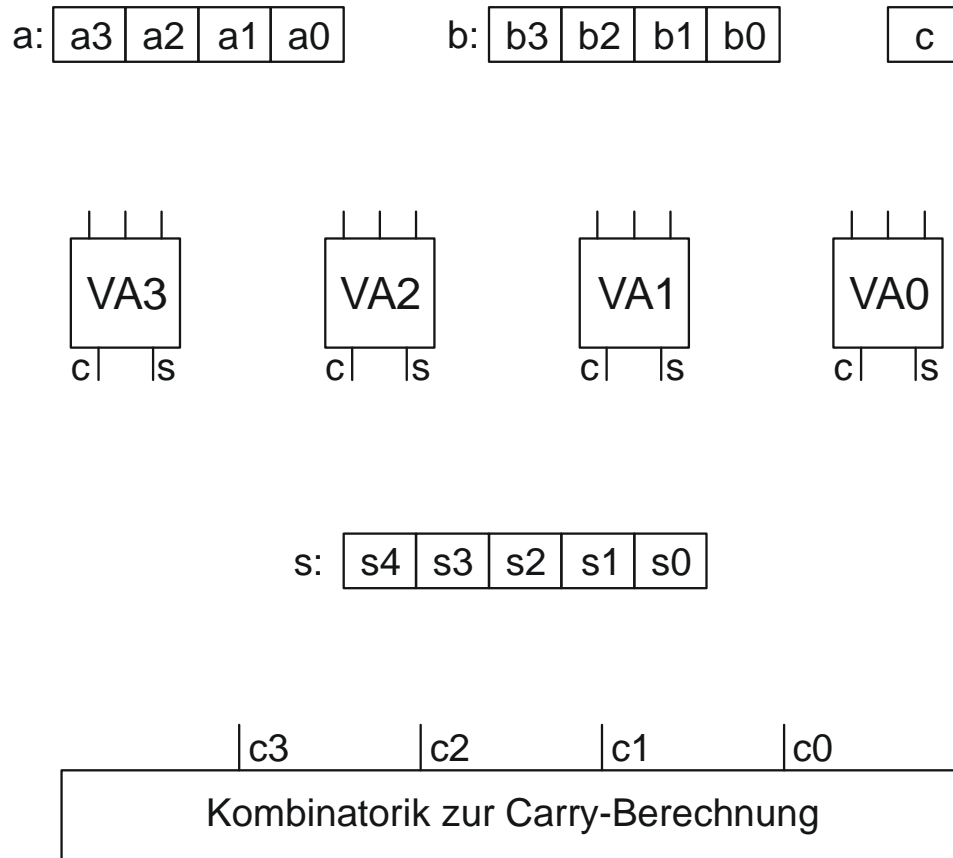

Abbildung 5.2: Carry-Look-Ahead-Addierer zur Addition zweier 4 bit-Zahlen
- b) Ergänzen Sie Abbildung 5.2 zu einem Carry-Look-Ahead-Addierer, der zwei 4 bit-Zahlen *a* und *b* sowie ein Übertragsbit *c* addiert, indem Sie alle fehlenden Verbindungen einzeichnen! Als Ergebnis liefert der Addierer die 5 bit-Summe *s*.